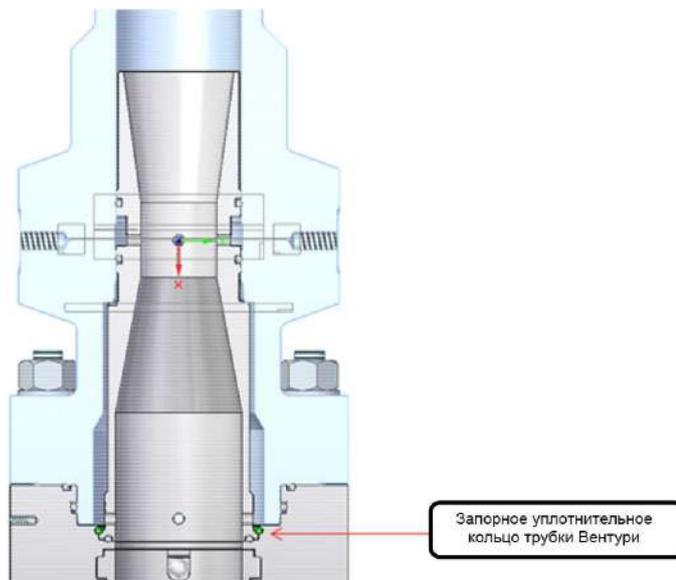

Рисунок 9. Стопорное кольцо
- Когда трубка Вентури на месте, установите стопорное кольцо с помощью остроносых плоскогубцев или аналога. Поверните трубку Вентури таким образом, чтобы угол между отводами и корпусом блока полевой электроники составлял 45° (45° на границе с клапаном для корпуса трубки Вентури), см. рисунок 9 ниже по тексту.